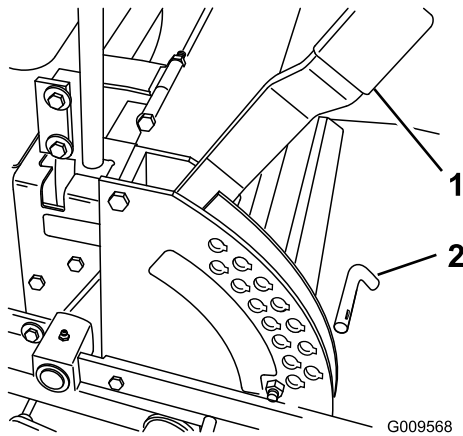

Figura 19
1. Alzate la leva dell'altezza di taglio in posizione di trasporto (anche la posizione di 127 mm dell'altezza di taglio) (Figura 19).
2. Per regolare, spostate il perno dalla staffa dell'altezza di taglio (Figura 19).
3. Nella staffa dell'altezza di taglio scegliete un foro corrispondente all'altezza richiesta, ed inserite il perno (Figura 19).